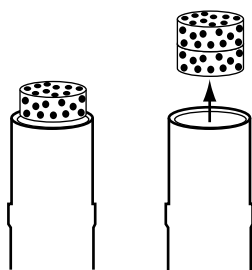

Figura 1
1. Retire o filtro contaminado ou entupido, puxando-o para fora da extremidade do cone da ponta (ver Figura 1).